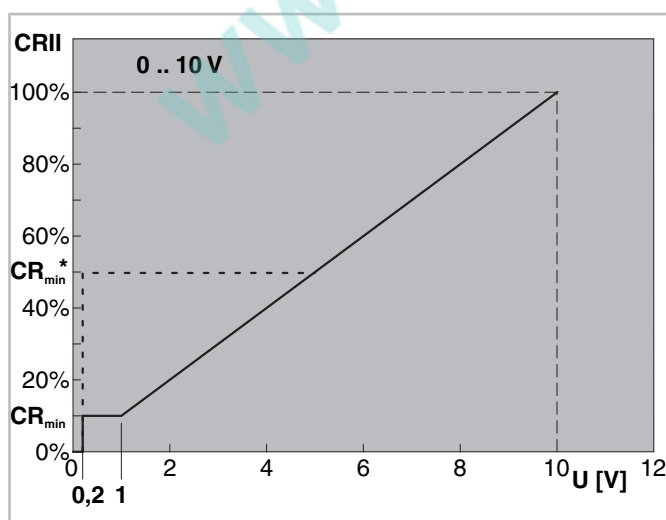

Рис. 4: Характеристика управления
- Линейную характеристику управления, см. на рис. 4.